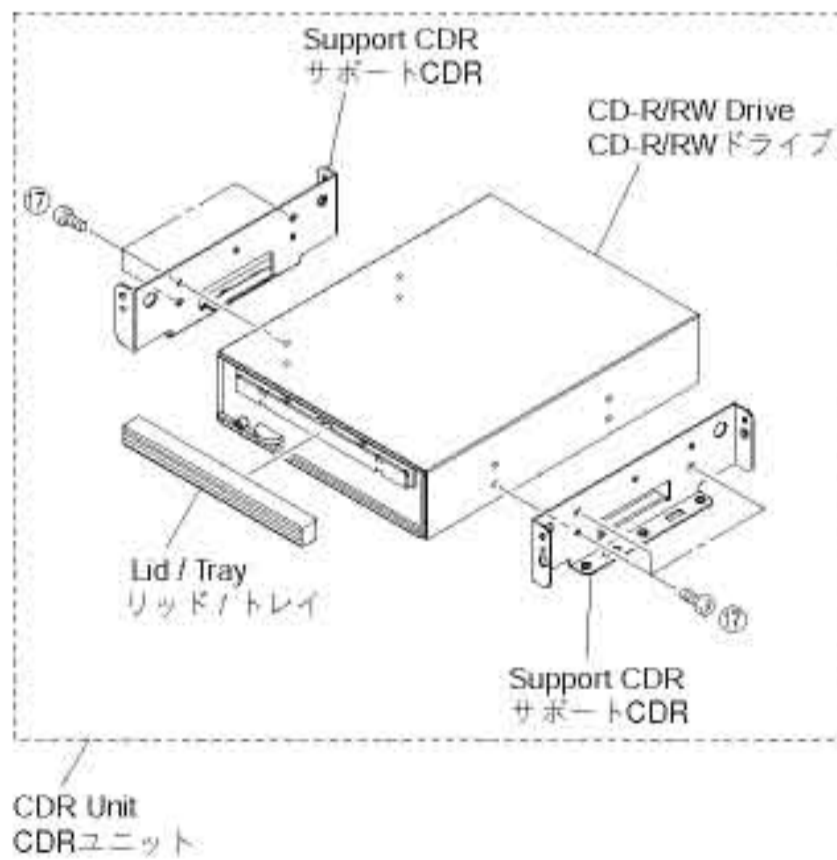

Fig. 9
- a. Remove 6 screws (17) and then remove the Support CDR. (Fig. 9)
- b. Push the right side of the manual eject lever to open the tray and remove the lid upward. (Fig. 9, 10)
- a. ⑰のネジ6本を外し、サポートCDRを外します。(Fig. 9)
- b. マニュアルイジェクトレバーの右側を押してトレイを開き、リッドを上方へ外します。(Fig. 9, 10)
- c. Push the right side of the manual eject lever to open the tray and install the lid. (Fig. 9, 10)
- d. Install the Support CDR using 6 screws marked (17). (Fig. 9)
- c. マニュアルイジェクトレバーの右側を押してトレイを開き、リッドを取り付けます。(Fig. 9, 10)
- d. 17のネジ6本でサポートCDRを取り付けます。(Fig. 9)